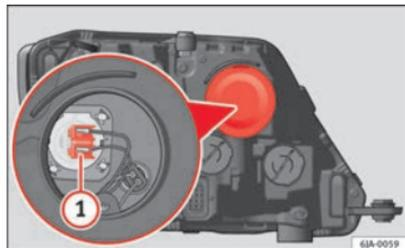

Fig. 154 Substituição da lâmpada dos máximos
- Extraia o conector ⇒ Fig. 154 ① puxando para fora.